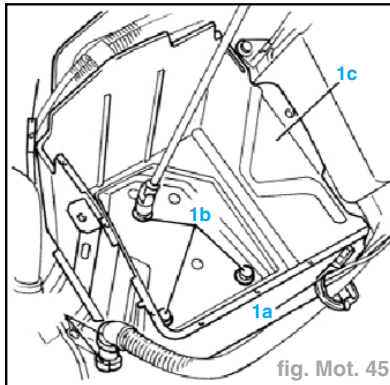

fig. Mot. 45
- Décrocher les colliers de reteue (1a), dévisser les trois vis de fixation (1b) du support (1c) à la coque et au support moteur (fig. Mot. 45).